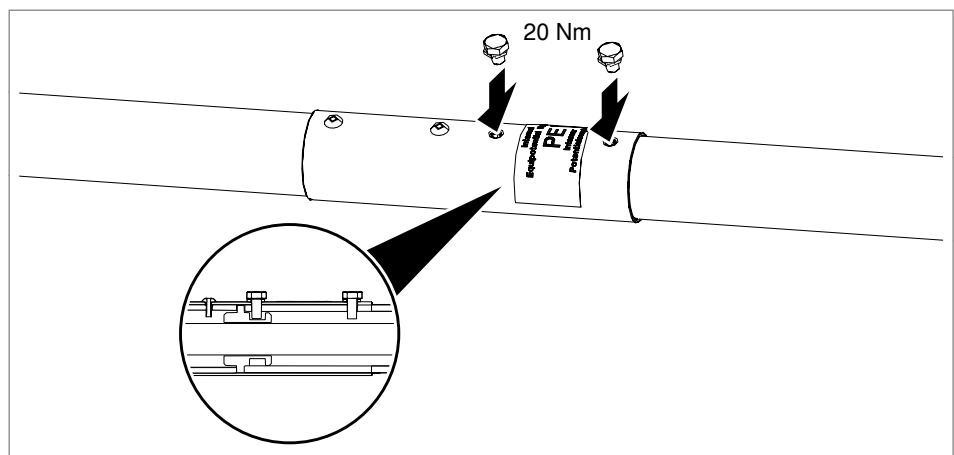

Abb. 34: Isolierten mittleren Mast und Haltemast verbinden
Hinweis! *Das innen liegende Potentialanschlusselement besteht aus zwei Halbschalen. Diese müssen so platziert werden, dass sie die isCon®-Ableitung umschließen und eine der Halbschalen mittig unter den Schraubenlöchern liegt, so dass sie durch die seitliche Schraube angepresst werden kann (siehe auch Abb. 34).*
6. Haltemast bis zum Anschlag in den mittleren Mast schieben. Dabei darf die Öffnung für die linke Kupferschraube (siehe Abb. 34) nicht auf den Spalt zwischen den Halbschalen des Potentialanschlusses zeigen, sondern mittig auf eine der Halbschalen. Drehen Sie ggf. die Halbschalen entsprechend.